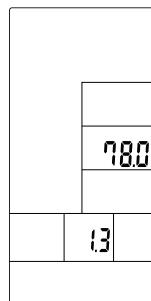
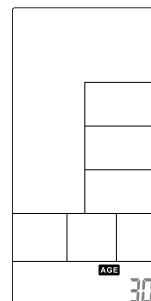

Figure 2
Figure 3
- Wenn POWER ON, LCD wird voll Display 2s (Abbildung 1) mit langen Signalton, dann Anzeige Rad Raddurchmesser 1s im DIST-Bereich (Abbildung 2). Dann gehen Sie in den Alters-Einstellungsmodus, wenn das Alter blinkt kann es eingestellt zu werden (Abbildung 3). Drücken Sie die UP/DOWN-Taste, um das Alter einzustellen, und drücken Sie ENTER, um die Einstellung zu bestätigen.
- When POWER ON, LCD will full display 2s (Figure 1) with long beep sound, then display wheel diameter 1s in DIST area (Figure 2). Then enter into AGE setting mode , the AGE flashing to be set (Figure 3). Press the UP/DOWN to set age and press ENTER to confirm then go to Standby mode.